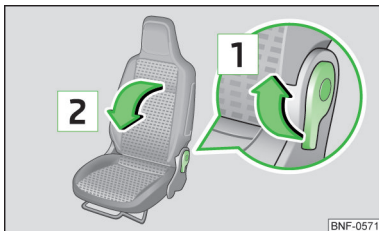

Fig. 48
- Træk grebet i pilens retning **1** » Fig. 48.